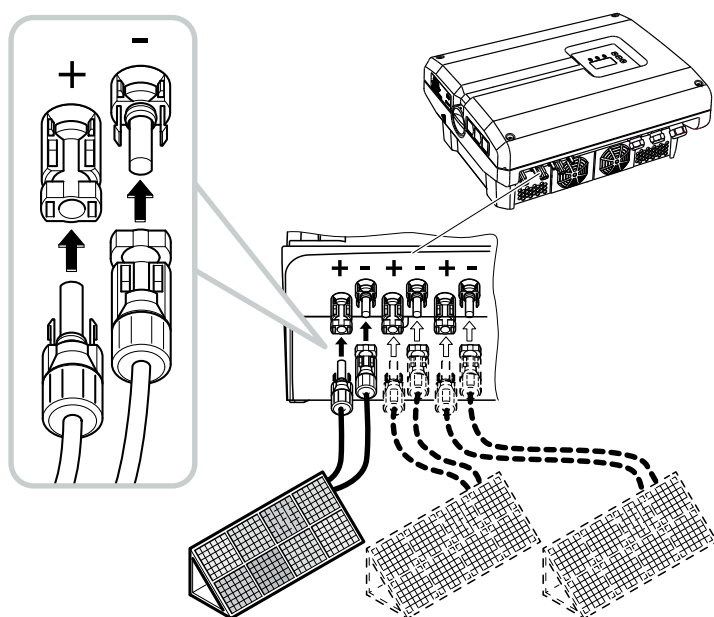

Fig. 37: Tilslutning af FV-streng
6. Isæt DC-ledningernes bøsninger og stik ved vekselstrømsomformeren. **Fig. 37**